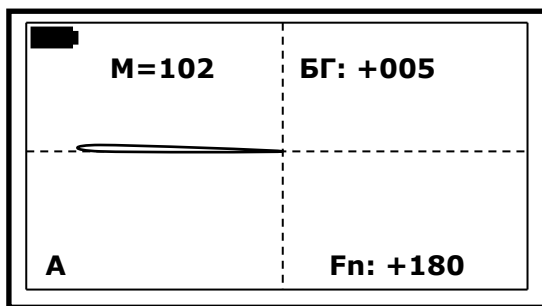

Рис. 17
4. Плавню, приблизительно, в течение одной секунды, поднесите датчик к грунту сверху вниз, избегая ударов датчиком о траву, камни и другие объекты. Скорость поднесения датчика должна быть такой, чтобы он опустился до уровня грунта приблизительно, за одну - две секунды. При поднесении датчика к грунту, на дисплее будет вырисовываться линия из центра в левую сторону экрана* (Рис. 17). Опускайте датчик до тех пор, пока линия не дойдет до левого края дисплея, не допуская ударов датчиком о грунт, густую траву и т.д.